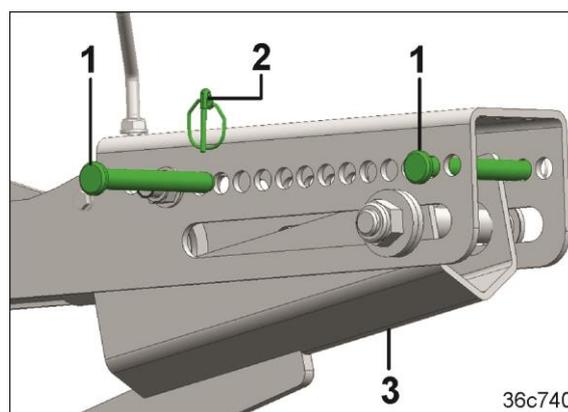

Fig. 269
- 1.2 Je einen Bolzen (Fig. 269/1) unter- und oberhalb des Anschlags (Fig. 269/3) in das Verstellsegment stecken und mit Klappsteckern (Fig. 269/2) sichern.